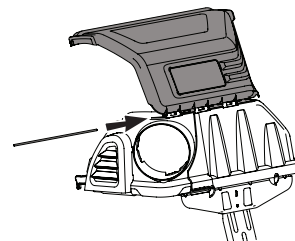

Figure 8
4. Faites aligner les encoches du couvercle supérieur du bac récupérateur avec les encoches à l'avant du support de la goulotte supérieure (631-05474B). Insérez la tige de charnière dans les fentes du côté droit du support de la goulotte supérieure. Voir Figure 8. Poussez la tige de charnière (711-06701) jusqu'au bout.